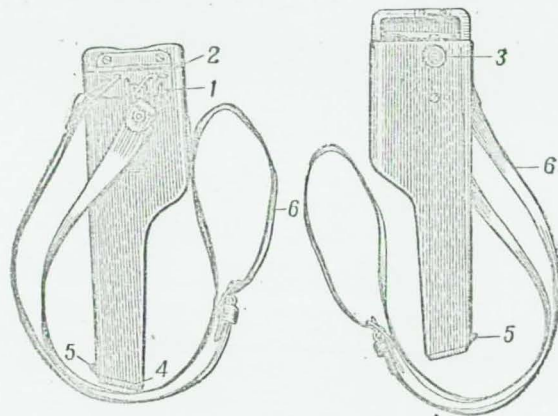

Рис. 42. Кобура-приклад:
34. Кобура-приклад (рис. 42) служит для ношения пистолета и используется в качестве приклада при стрельбе из пистолета.